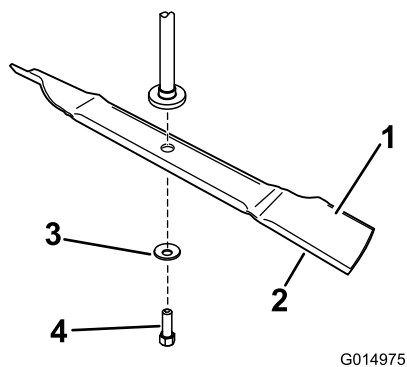

Figura 3
1. Montate la lama sull'asse del fusello (Figura 3).
2. Montate la rondella curva (lato concavo verso la lama) e il bullone della lama (Figura 3). **Non montate il rinforzo della lama.**